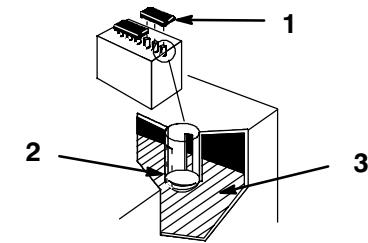

Abbildung 33
2. Die Verschlußdeckel öffnen, um in die Zellen zu sehen. Die Füllsäure muß bis zum unteren Teil der Röhre reichen (Abb. 33).
Wichtig: Der Füllsäurestand darf nicht unter die Platten fallen (Abb. 33).
2. Die Verschlußdeckel abheben (Abb. 33).
3. Langsam destilliertes Wasser in die einzelnen Batteriezellen gießen, bis die Flüssigkeit bis zum unteren Teil der Röhre reicht (Abb. 33).